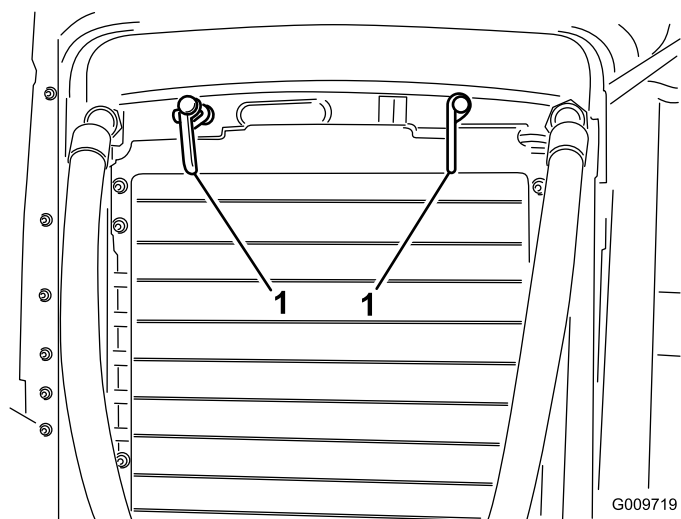

Figure 50
2. Tournez les verrous (Figure 50) qui fixent le refroidisseur d'huile au châssis.